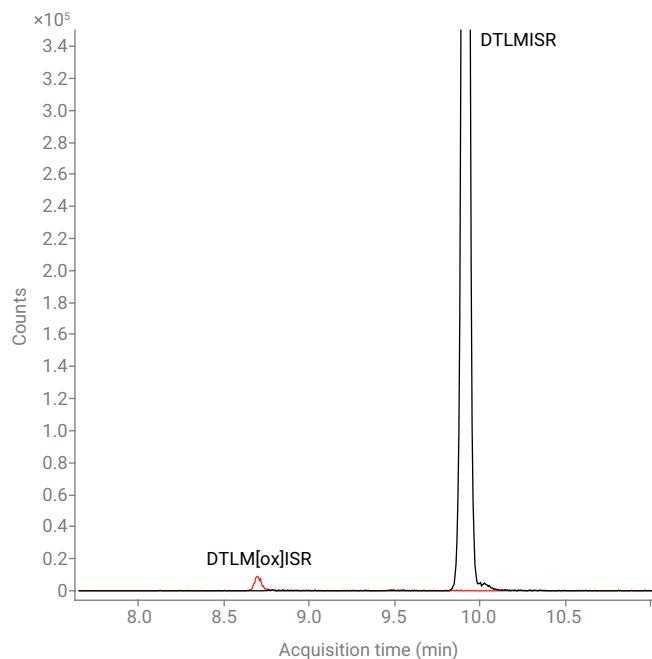

図 5. ペプチド DTLMISR の微量な酸化の検出
- 酸化されやすいペプチド：ペプチド DTLMISR 中のメチオニン残基は、酸化されやすい特性があります。サンプル保管中の酸化をモニタリングする場合は、必要に応じて、酸化された DTLMISR 変異体を定量することができます。または、サンプル溶媒で 0.04 % (v:v) の 2-(メチルチオ)エタノールを使用して、酸化を抑制することができます (図 5)。